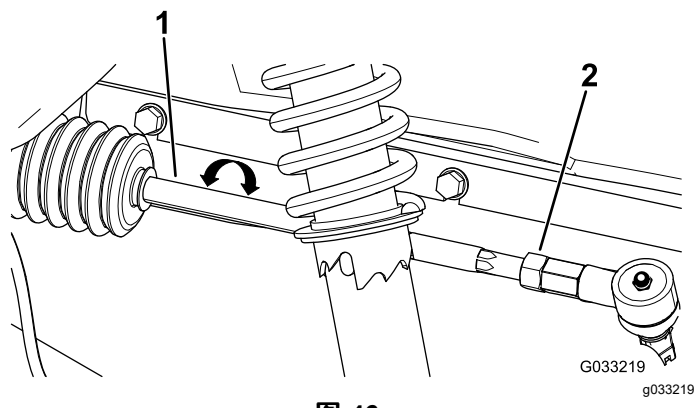

图 46
2. 如果测量值超出 06mm 应松开横拉杆外端的锁紧螺母 图 46。